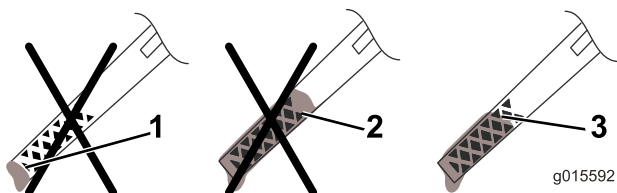

Figura 30
13. Retire a vareta e verifique o nível de óleo na vareta (Figura 30).